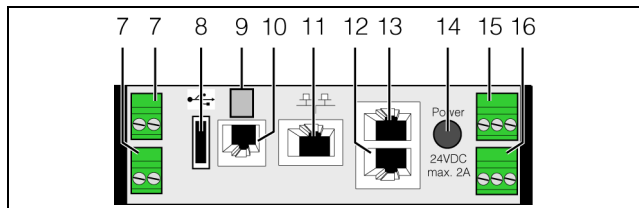

Abb. 9: Rückseite der CMC III PU
Die Spannungsquellen an Pos. 7, 10, 12, 13 sowie 16 (Abb. 9) müssen den Limited Power Source (LPS)-Anforderungen nach UL 60950 genügen und die o. g. Grenzwerte einhalten.
- Schließen Sie das externe Netzteil (DK 7030.060) an den Netzteilanschluss der CMC III PU (Abb. 9, Pos. 14) an.
- Schließen Sie hierzu den 24 V-Ausgang (Direktanschluss) am Netzteil (DK 7030.060) am entsprechenden Anschluss der CMC III PU (Abb. 9, Pos. 15) an.
Die o. g. Bezeichnungen „links“, „Mitte“ und „rechts“ gelten beim Blick von hinten auf das Gerät (Abb. 9).
- Schließen Sie an der Ethernet-Schnittstelle (Abb. 9, Pos. 11) z. B. einen PoE-Switch an.
- Stecken Sie ggf. den externen Temperaturfühler hinten am Anschluss der CMC III PU (Abb. 9, Pos. 9) an.
- Verbinden Sie die Ethernet-Schnittstelle (Abb. 9, Pos. 11) über ein Netzkabel mit RJ 45-Stecker mit der vorhandenen Netzwerkstruktur.
An den beiden CAN-Bus-Schnittstellen (Abb. 9, Pos. 12 und 13) kann eine breite Palette von Sensoren, Aktoren und Systemen zur Zugangsüberwachung angeschlossen werden (vgl. Abschnitt 12 „Zubehör“).
Am potenzialfreien Relaisausgang kann eine externe Signalquelle zur Alarm-Signalisierung angeschlossen werden (Abb. 9, Pos. 16).
An den beiden digitalen Eingängen kann jeweils ein potenzialfreier Schaltkontakt angeschlossen und so z. B. der Störmeldungsausgang eines externen Geräts ausgewertet werden (Abb. 9, Pos. 7).